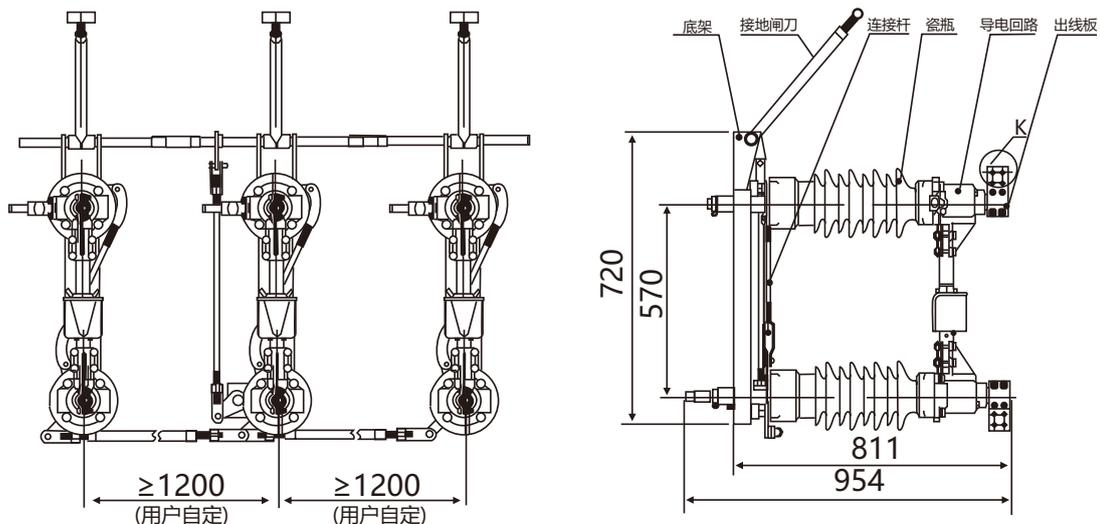

图1 GW4-40.5D高压隔离开关外形尺寸图
5.2 GW4系列隔离开关的结构外形见图1~图3，其主要由底座，支柱绝缘子、接线端子、动导电管、静导电管、接地触头、接地闸刀、连杆几部分组成，每极有两个瓷柱，分别固定在底座两端的轴承座上，以交叉连杆连接，导电部分由动静两部分组成，分别固定在两个瓷柱的顶上，作水平分合闸，触头接触部分在两个瓷柱的中间，防水盖能全部遮住中间触指部分。
## 8、外形尺寸(见图1、2、3、4、5、6)